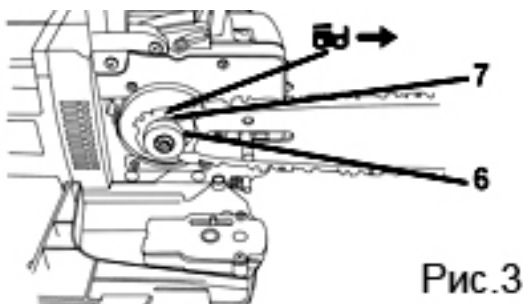
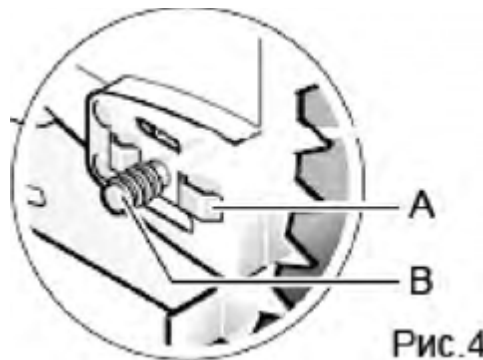

Рис.3
Рис.4
- Уложите звенья цепи на цепную звездочку (6, Рис. 3) на зубья звездочки (7, Рис. 3) и установите шину (4, Рис. 2) так, чтобы расположенные перед и позади крепящего болта (В, Рис. 4) водила шины (А, Рис. 4) попали в продольное отверстие шины (7, Рис. 3).